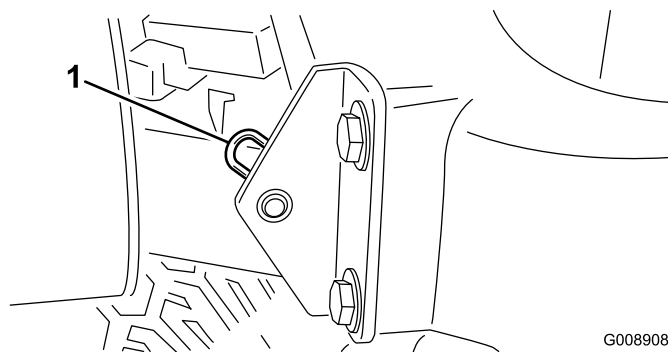

図 46
2. フードのピボット部をブラケットに固定しているコッターピンを抜き取る (図 46)。